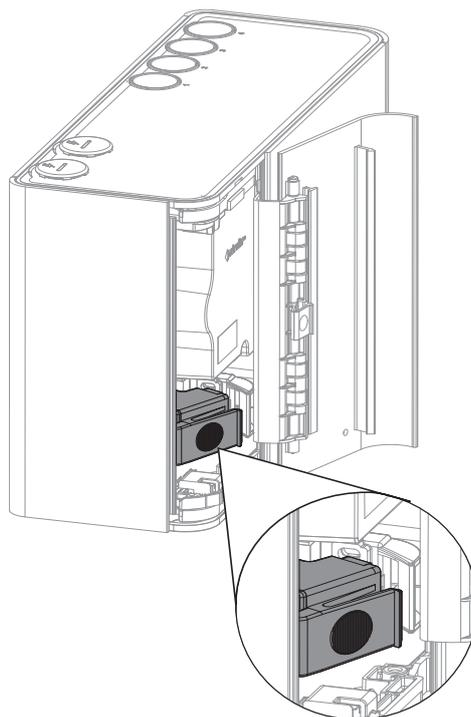

Figura 7-3: Incline el filtro hacia la izquierda del detector
- Incline el filtro hacia la izquierda del detector (Figura 7-3). El filtro tiene pernos en las bisagras de la base que permiten inclinarlo sobre el colector de la cámara.